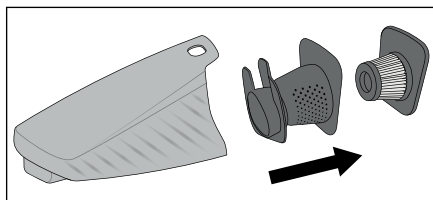

Fig. 4
- 3) Retire primero el filtro EPA **5** y después el filtro grueso **6** del depósito de suciedad **7** (fig. 4). Sacuda ambas piezas sobre un cubo de basura o un contenedor similar. En caso necesario, puede enjuagar el filtro EPA **5** con agua limpia. Tras esto, deje que se seque completamente al aire.